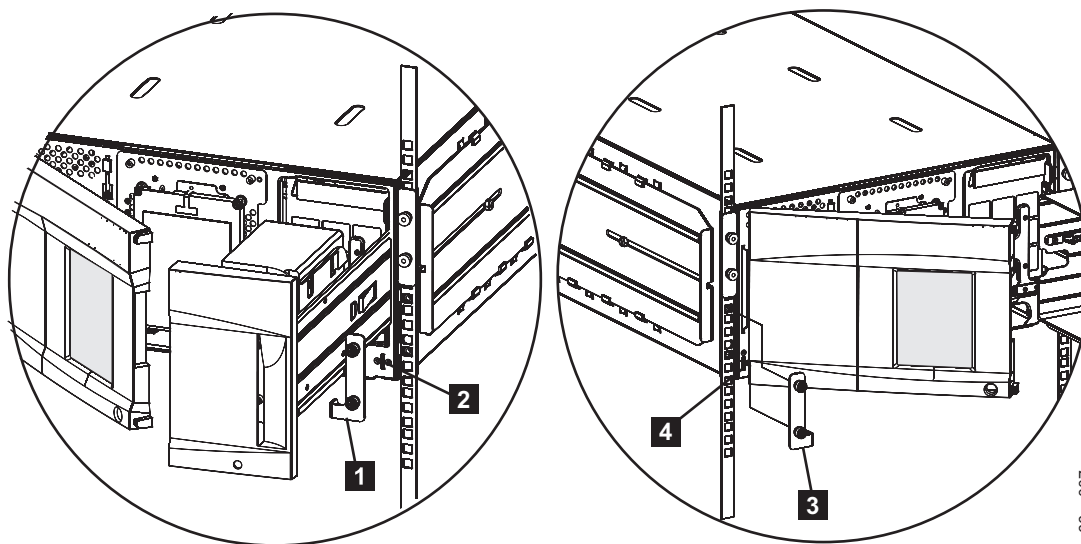

Рисунок 3-10. Установка ушей стойки на модуле управления
1. Установка правого уха стойки (**1** в рис. 3-10).
- a. У каждой библиотеки в том месте, где находится станция ввода-вывода, в нижней правой части, есть разъем (**2** в рис. 3-10). Вставьте правое ухо в этот разъем.
2. Установите левое ухо стойки (**3** в рис. 3-10).
- b. Возьмитесь за ту сторону дверцы, где находятся петли и, выдвигая дверцу на себя, отведите ее вправо, чтобы освободить ячейку для левого уха стойки (4 в рис. 3-10 на стр. 3-13).